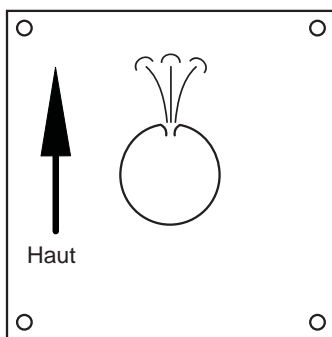

Fig. 14c
14.2 Insérez le diffuseur de vapeur dans le conduit en vous assurant que la flèche pointe vers le haut. Vissez le diffuseur au conduit d'air chaud en utilisant les 4 vis #8 x 1/2" fournies dans Kit #10S. Assurez-vous que les trous du diffuseur, par où la vapeur sortira, sont bien orientés vers le haut. Voir Fig. 14c.